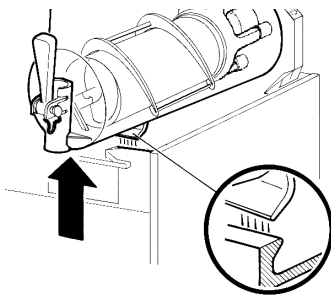
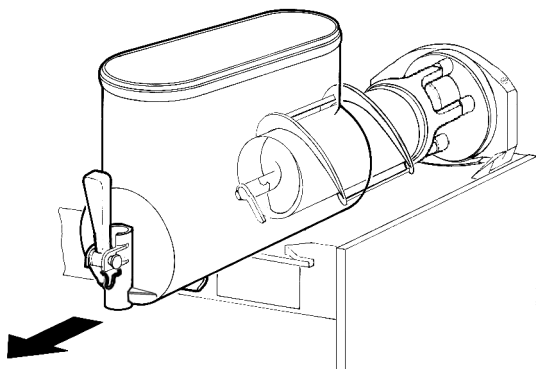

figura 5
figura 6
- 2 Desmontar el contenedor empujando ligeramente la parte inferior (lado grifo) hacia arriba para dejar libres los ganchos inferiores (ver figura 5) y luego quitarlo por adelante (ver figura 6).